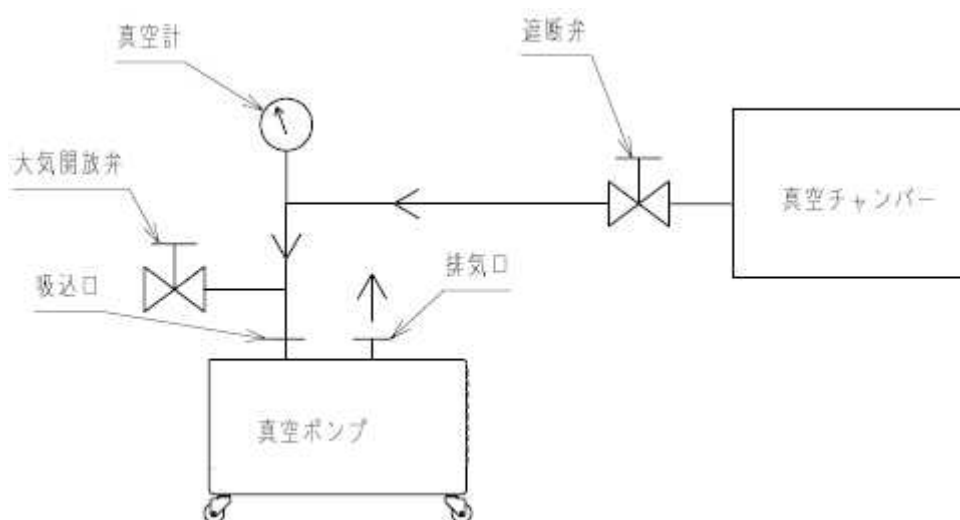

図 4 基本的な配管接続図
- F) ポンプ停止により、大気が装置側へ逆流することを防止するために、装置とポンプの間に遮断弁(メインバルブ)を設けて下さい。(図 4参照)
- G) ポンプ停止時に内部を乾燥、又はポンプ内部のガスを空気と置換する必要がある場合には、大気開放弁を遮断弁(メインバルブ)とポンプ間に設けて下さい。(図 4参照)